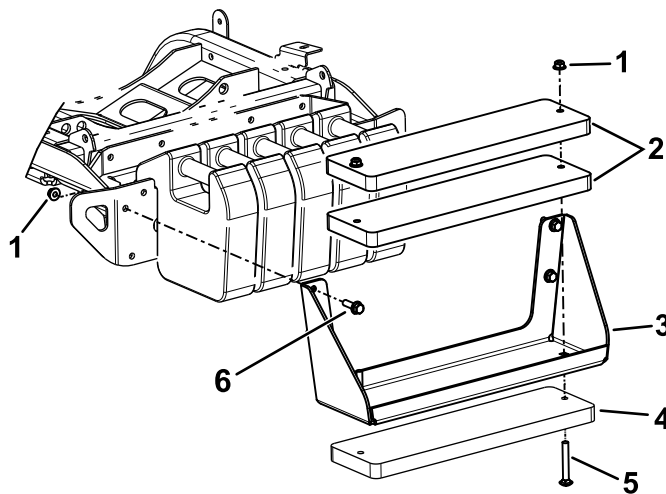

Bild 22
**Hinweis:** Siehe Bild 22 für diese Schritte.
- A. Befestigen Sie die drei Gewichte mit den Schrauben ( $\frac{3}{8}$ " x 4") und Muttern ( $\frac{3}{8}$ " an der Ballasthalterung (Bild 22).
- B. Verwenden Sie die Sechskantschrauben und Muttern (im Kit enthalten), um die Ballasthalterung an der Maschine zu befestigen (Bild 22).
- A. Entfernen Sie die Ballasthalterung von der Maschine (Bild 22).
- C. Befestigen Sie die drei Gewichte mit den Schrauben ( $\frac{3}{8}$ " x 4") und Muttern ( $\frac{3}{8}$ " an der Ballasthalterung (Bild 22).
- D. Verwenden Sie die zuvor entfernten Befestigungselemente, um die Ballasthalterung an der Maschine zu befestigen (Bild 22).